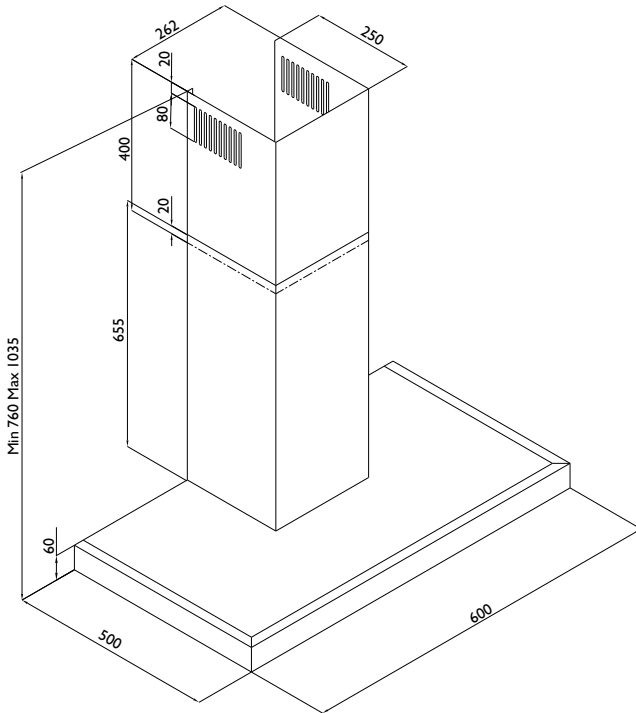

Figura 2
- Este producto debe ser instalado de acuerdo con las medidas informadas por el fabricante en la página 7, (Ver figura 2).